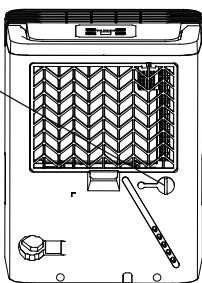
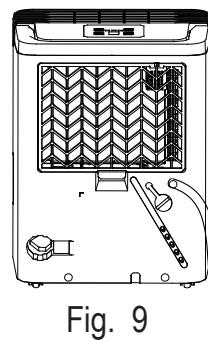

Fig. 8
Fig. 9
- Rimuovere il tappo di gomma dall'uscita del tubo di scarico. Attaccare un tubo di scarico (ID=13.5mm) e condurlo allo scarico del pavimento o ad un idoneo sistema di scarico (vedi Fig. 8 e Fig. 9).